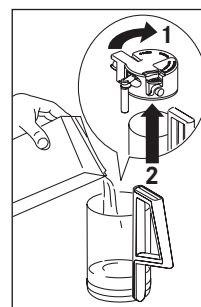

Fig. 30
- ▶ Encha o recipiente com cerca de 100 gramas de leite para cada cappuccino a ser preparado (Fig. 30). Nunca ultrapasse o nível MAX (correspondente a cerca de 750 ml) marcado no recipiente. Deve utilizar de preferência leite magro ou meio-gordo à temperatura do frigorífico (5 °C).